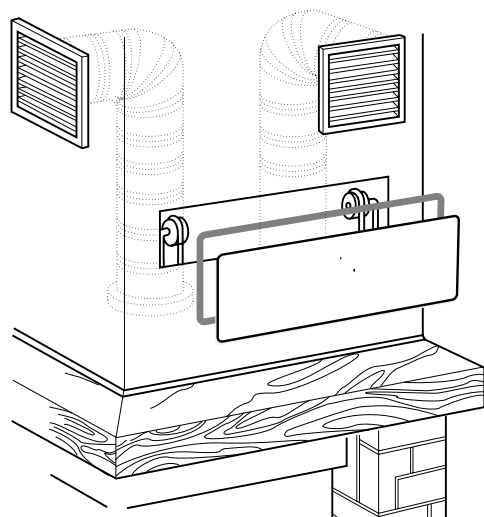

Fig. 5.9.0.1
5.9 CONTROCAPPA E PANNELLO ISPEZIONE (FIG. 5.9.0.1)
- Nel corso della realizzazione della cappa è indispensabile proteggere il telaio dello scorrimento portina con nylon fissato da nastro adesivo (Fig. 5.9.0.2). Questo per impedire che polvere, malte o